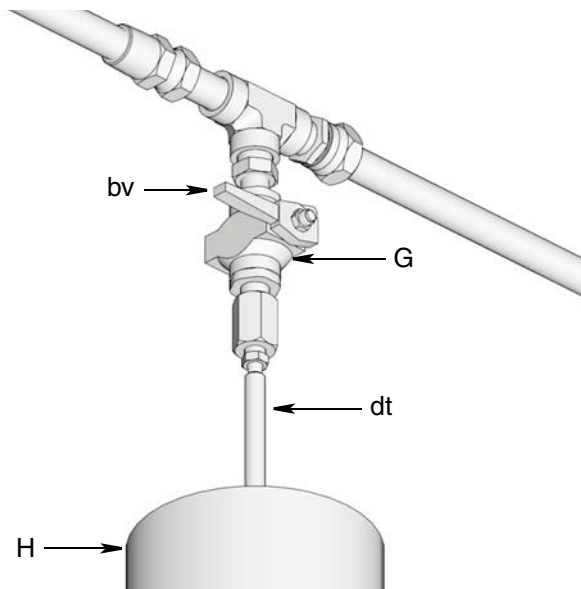

ABB. 14: Inline-Installation gezeigt
3. Die Luftzufuhr zur Nachfüllpumpe (P) abschalten.
4. Den Druck zwischen der Pumpe (P) der Fernfüllstation und dem Absperrventil (S) der Automatikbefüllung entlasten:
- a. Das Kugelventil (bv) öffnen (ABB. 14). Der Druck wird entlastet und überschüssiges Material läuft aus dem Ablassrohr (dt) in den Materialauffangbehälter (N) ab.